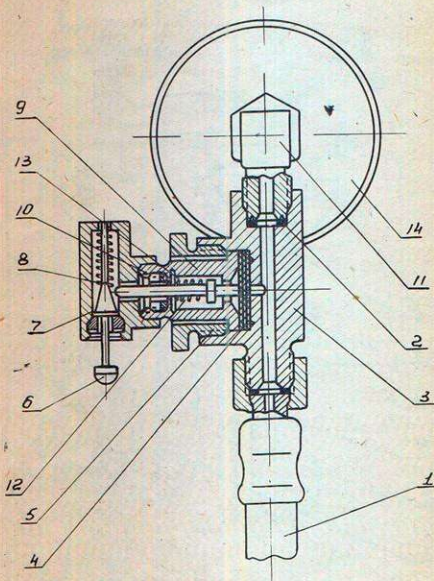

Рис. 8
Указатель минимального давления (см. рис. 8) предназначен для предупреждения пользующихся аппаратом о необходимости выхода из воды на сушу при минимальном запасе воздуха в баллонах 20—30 кг/см². Запас воздуха в баллонах контролируется по манометру (14).